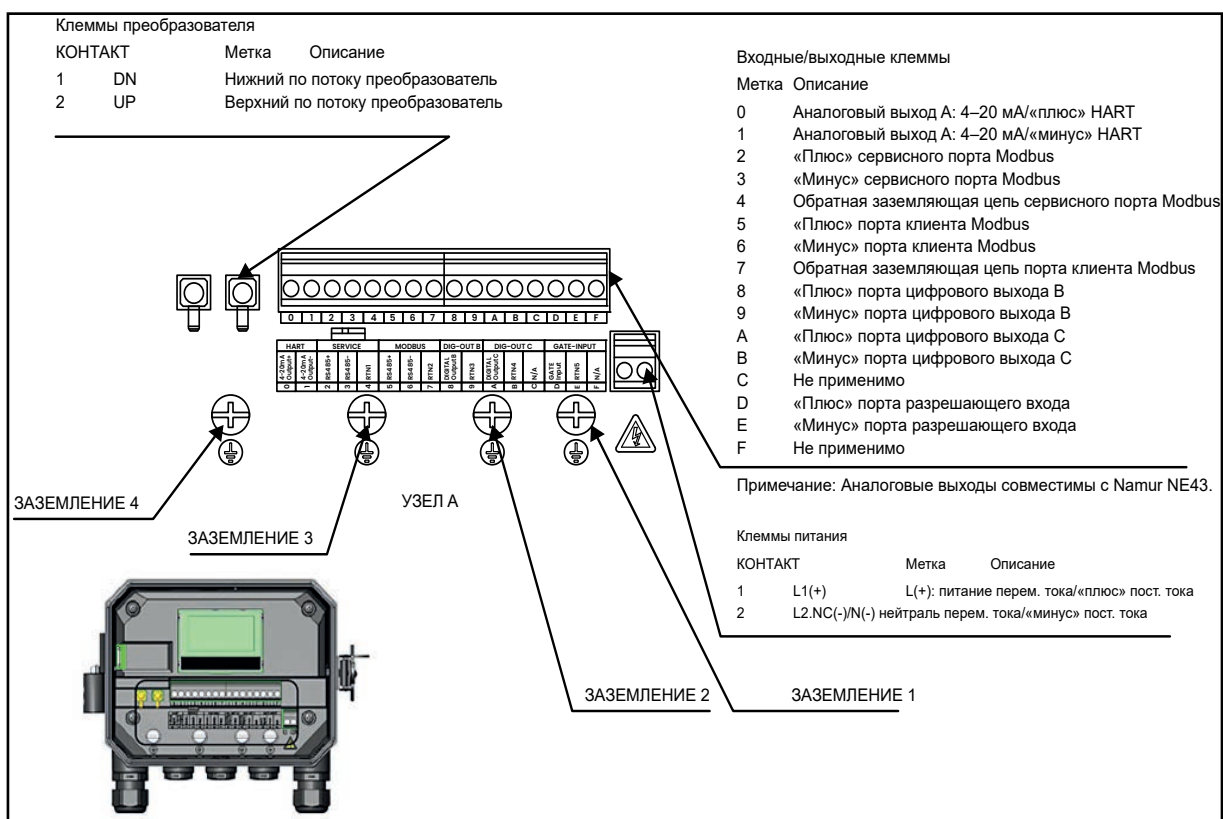
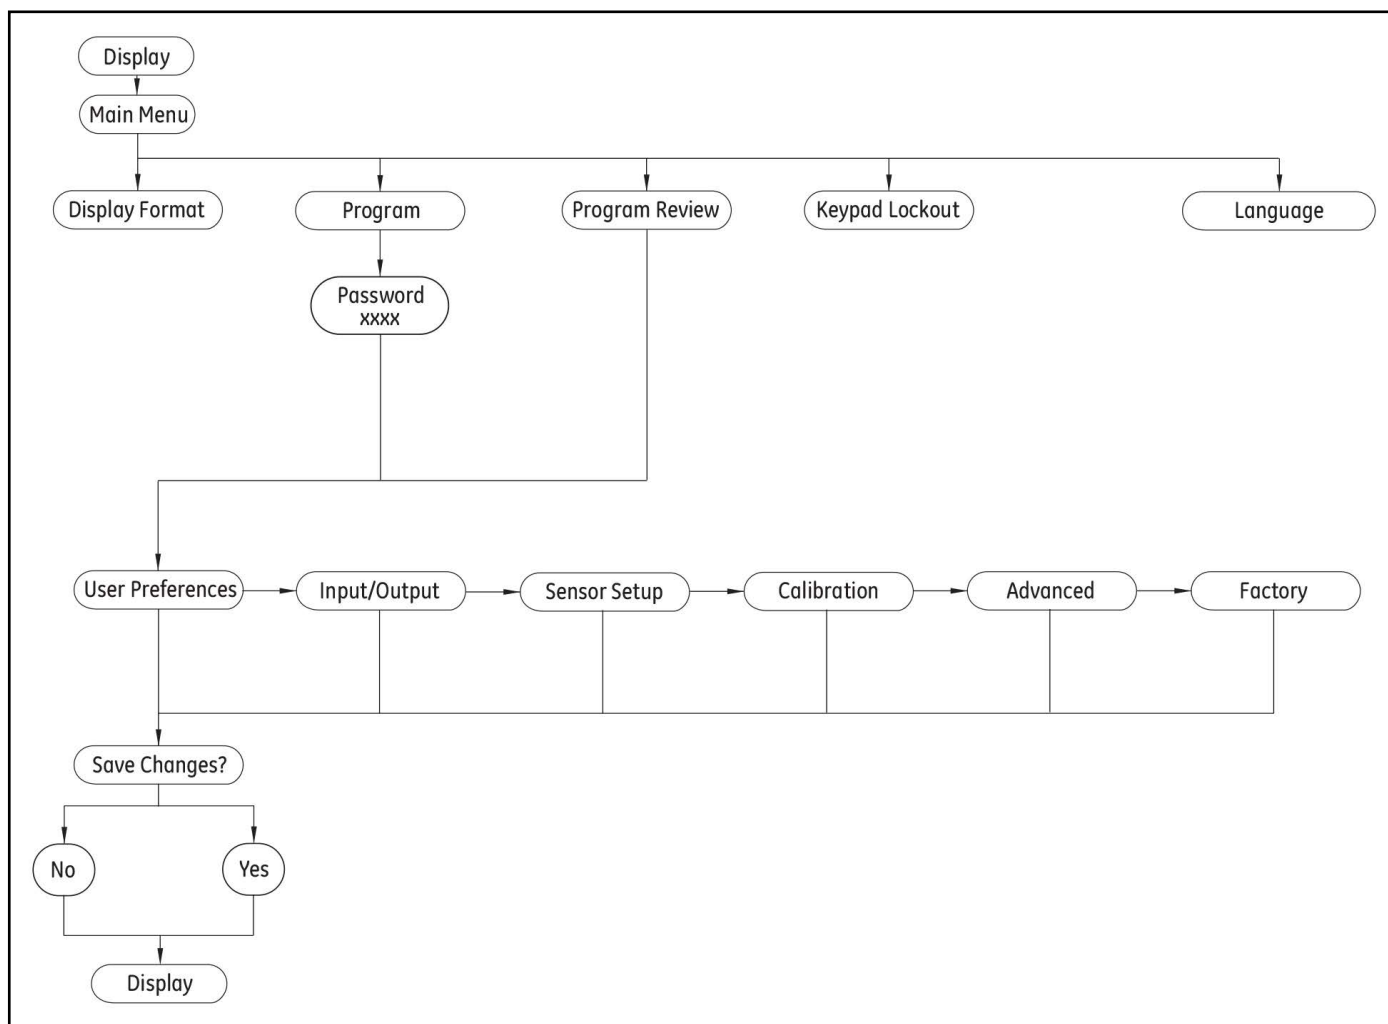

Рис. 23. Схема электрических соединений
Рис. 29. Схема главного меню
2. Подсоедините кабели питания и преобразователей к модулю AT600, как показано на Рис. 23 на стр. 19
Расположение клеммной колодки см. на Рис. 23 на стр. 19. Подключите питание в соответствии с инструкцией ниже.
2. Подключите заземляющий провод к внутренней точке заземления (ЗАЗЕМЛЕНИЕ 1), расположенной на нижней панели корпуса электронного модуля (см. Рис. 23 на стр. 19).
3. Подключите нейтральный провод цепи перем. тока (или отрицательный провод цепи пост. тока) к выводу L2/N(-) и провод цепи питания от сети перем.тока (или положительный провод цепи пост. тока) к выводу L1(+), как показано на Рис. 23 на стр. 19.
2. Подключите кабельный разъем с желтой оплеткой «DN» к DN, а разъем с белой оплеткой «UP» — к UP, как показано на Рис. 23 на стр. 19.
3. См. расположение входов/выходов клеммной колодки на Рис. 23 на стр. 19 и выполните подключение к клеммной колодке, как показано выше.
См. схему подключения последовательного порта RS485 на Рис. 23 на стр. 19 и выполните указанные ниже действия.
См. схему подключения разрешающего входа на Рис. 23 на стр. 19 и рис. 29 ниже и выполните следующие действия.